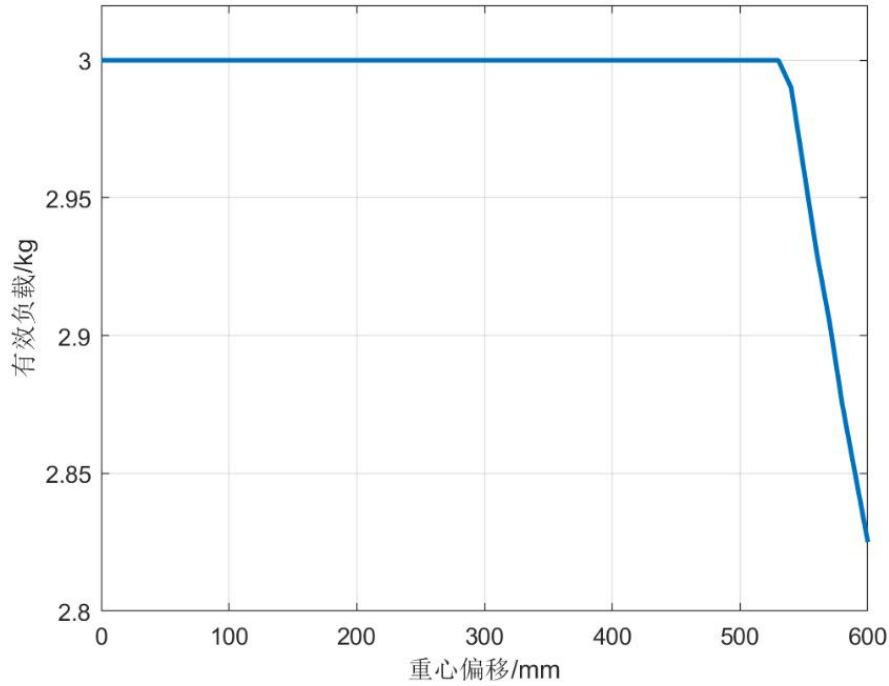

图 B-1 G3 有效载荷和重心偏移曲线
- G3 协作机器人有效载荷和载荷重心偏移的关系曲线如图 B-1 所示。